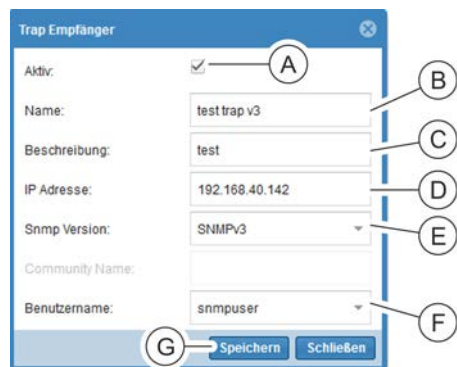

Abb. 236: Fenster "Trap Empfänger"
1. ➤ Im Fenster "Trap Empfänger" die Checkbox „Aktiv“ (Abb. 236/Ⓐ) anklicken, um den Trap-Empfänger zu aktivieren.
2. ➤ Eine Benennung für den Trap-Empfänger eintragen (Abb. 236/Ⓑ).
3. ➤ Bei Bedarf eine Beschreibung eintragen (Abb. 236/Ⓒ).
4. ➤ Eine IP-Adresse eintragen (Abb. 236/Ⓓ).
5. ➤ Im Auswahlfeld die SNMP-Version "SNMPv3" auswählen (Abb. 236/Ⓔ).
6. ➤ Einen Benutzernamen auswählen (Abb. 236/Ⓕ).
7. ➤ Nach der Eingabe der Daten das Fenster über die Schaltfläche „Speichern“ (Abb. 236/Ⓖ) verlassen, um die Konfiguration auf der PDU anzulegen.